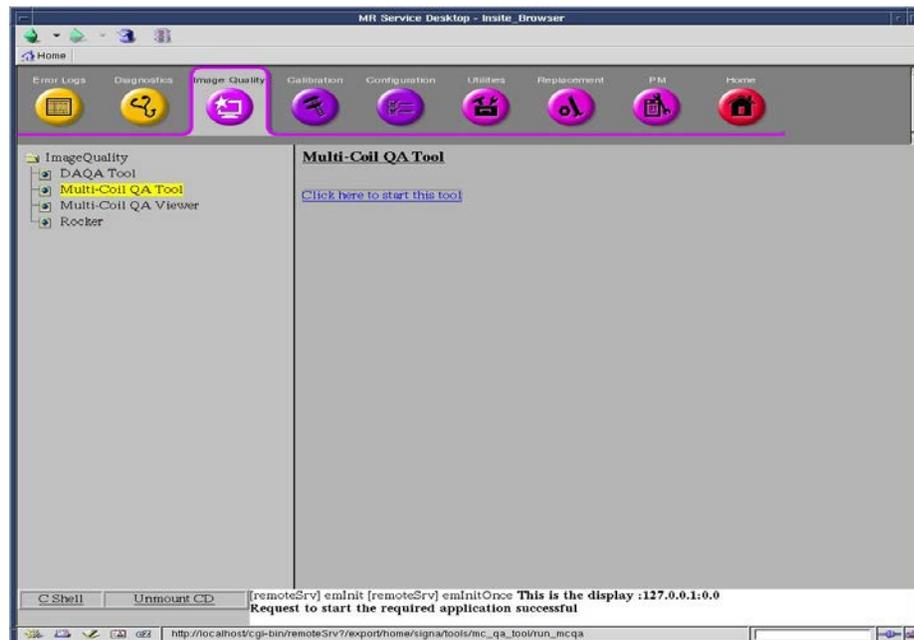

Figure 1
- Depuis Common Service Desktop (CSD) (Bureau de service commun (BSC)), accédez à Service Browser (Navigateur de service) et sélectionnez [Image Quality] (Qualité d'image) « Multi-Coil QA Tool » (Outil AQ multi-antenne) puis « Click here to start this tool » (Cliquez ici pour démarrer cet outil) comme illustré à la figure 1.